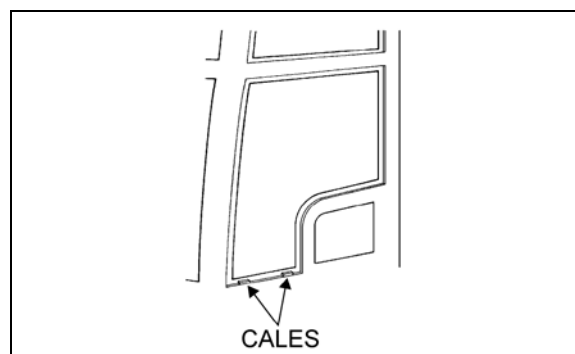

FIGURE 35: FENÊTRES FIXÉES AVEC DE LA COLLE
*Se servir de petites cales pour mettre la vitre dans la bonne position. Les cales peuvent être fabriquées à partir de ruban de caoutchouc (Figure 35).*